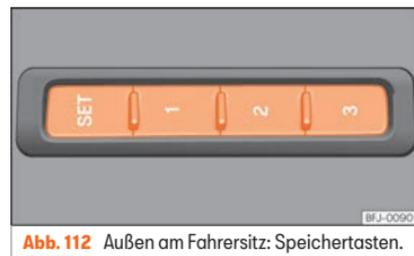

Abb. 112 Außen am Fahrersitz: Speichertasten.
- Taste **SET** länger als 1 Sekunde drücken »» **Abb. 112**.